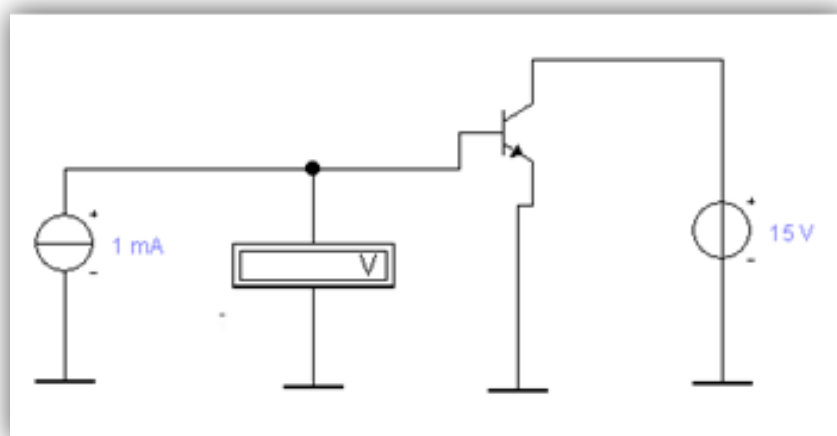

Рисунок 5 – Схема для снятия входной характеристики транзистора с общим эмиттером
1. Снимите входные характеристики транзистора для схемы с общим эмиттером (рисунок 5) и заполните таблицу 5.